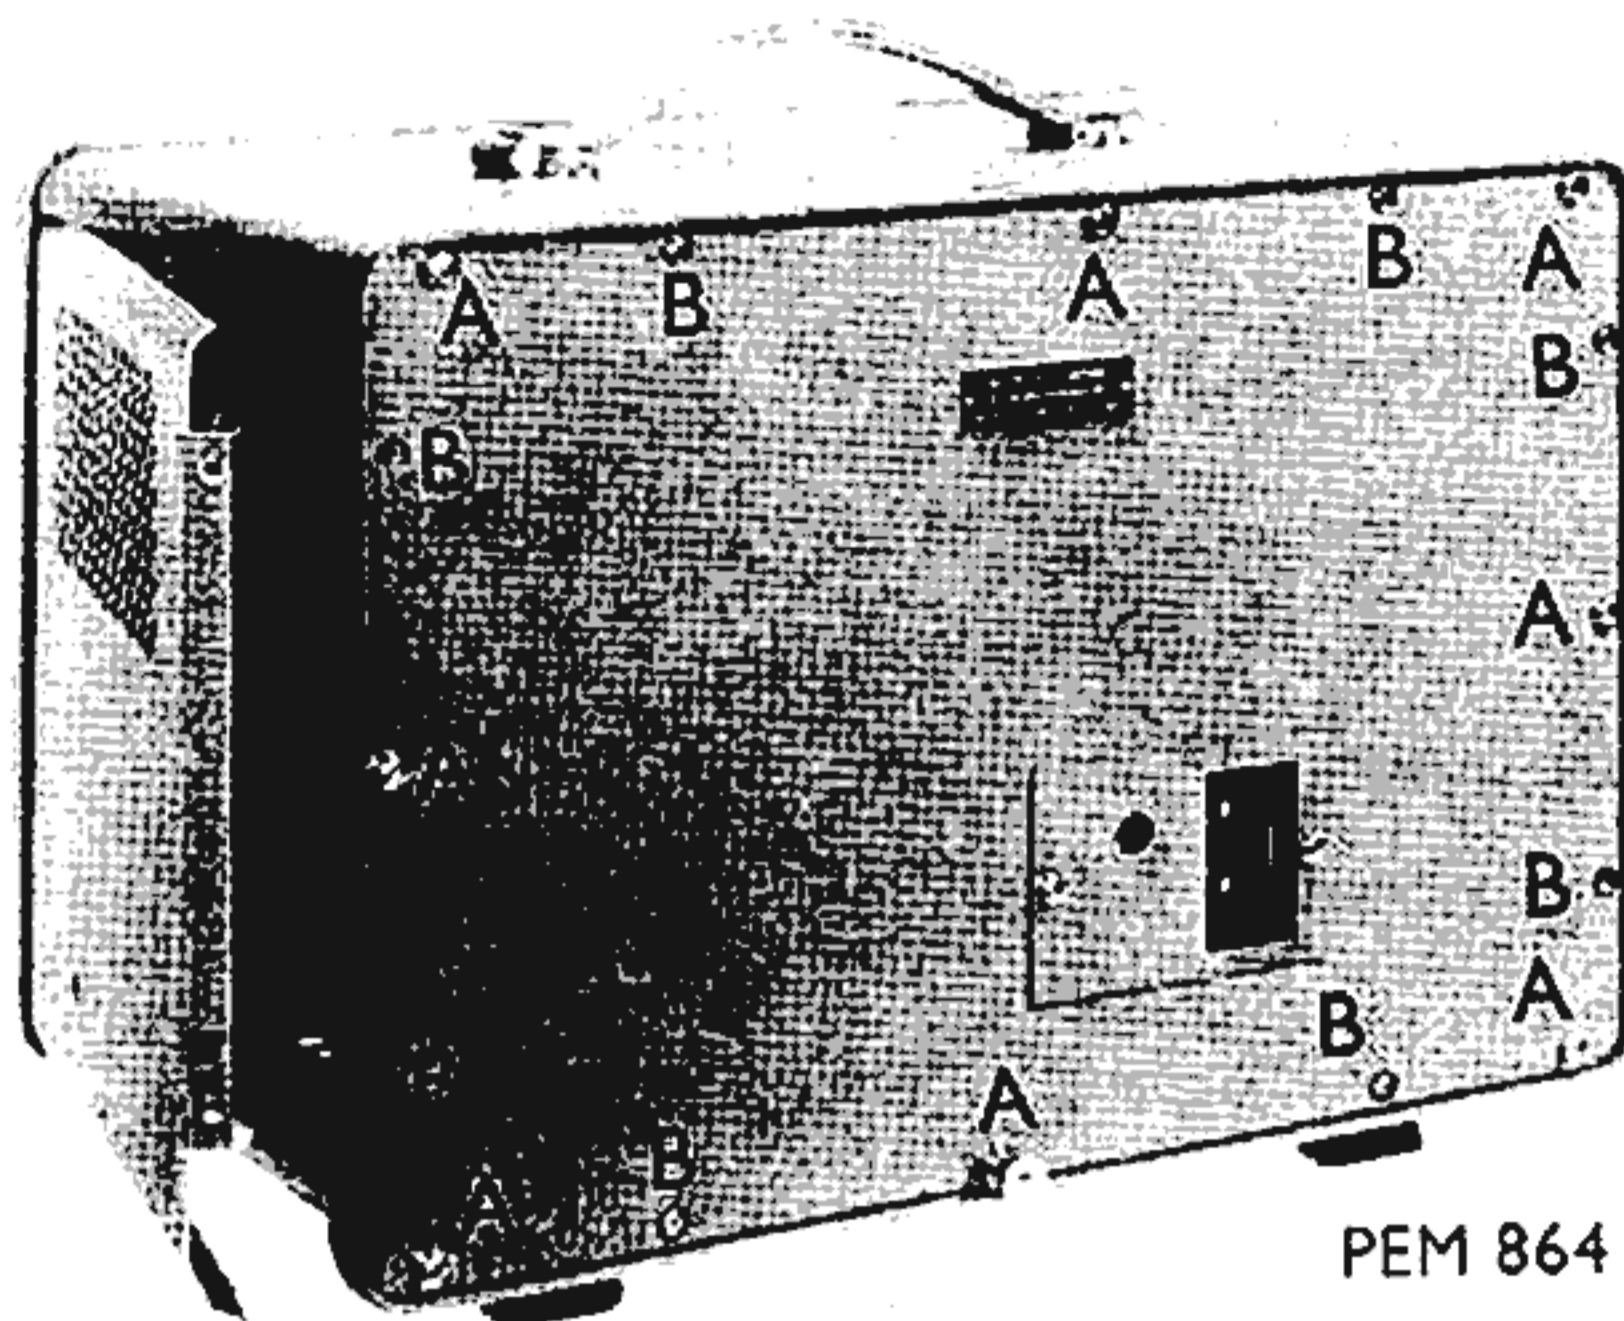

Fig. 35. Het openen van de kast
- a. Verwijder de schroeven „A” en de aardklem, zie fig. 35, blz. 62.
- a. Verwijder de bij de plaat behorende schroeven „B”, zie fig. 35, blz. 62.
- b. Verwijder de twee bovenste schroeven „B”, zie fig. 35, blz. 62.